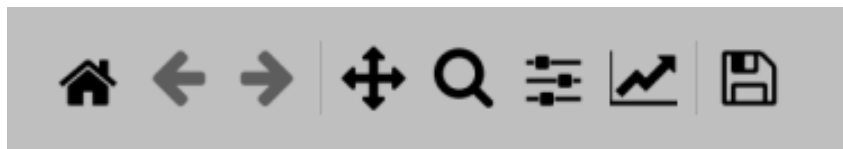

Figura 71: Barra de herramientas de paneles gráficos.
4. Utilizar la barra de herramientas de los paneles gráficos para acercarse, alejarse o moverse al rededor de la gráfica. Además, puede cambiar el diseño de las líneas, la escala, ocultar trazos específicos, entre muchas otras funciones. Dicha barra se muestra en la figura 71.